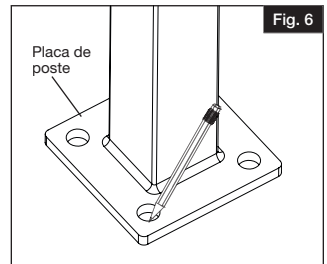

Fig. 6
- Marcar los orificios a través de las placas de montaje de los postes (superior e inferior) en la superficie de montaje (Fig. 6) y seguir las instrucciones de instalación del fabricante del anclaje en concreto en cuanto a la técnica de perforación correcta.
- Determinar el centro de cada poste. Para ello, marcar los orificios a través de las placas de montaje de los postes (superior e inferior) en la superficie de montaje (Fig. 6).